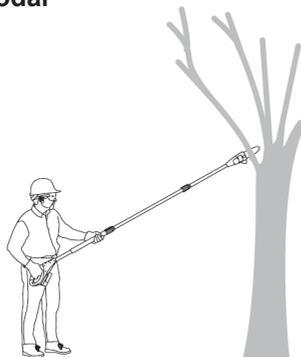

Fig. 27
1. Segure sempre firmemente o produto com as duas mãos na superfície de apoio (9) e no punho traseiro (1). Nunca utilize este o produto com apenas uma mão (Fig. 27).